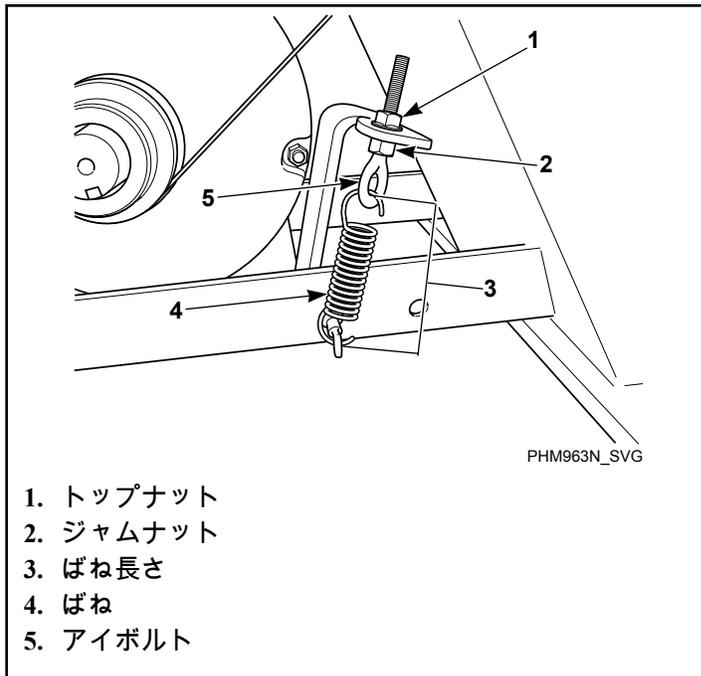

図 53
- **周波数ゲージ。** 正しい周波数(表 6 を参照) が中央で得られるまで、アイボルトのトップナットを締めます。20.6±2 ft.-lbs. で、ジャムナットをばね受け金に回転させます。図 53 を参照してください。
- **張力ゲージ。** 適切なベルトゲージ(表 6 を参照) が中央で得られるまで、アイボルトのトップナットを締めます。20.6±2 ft.-lbs. で、ジャムナットをばね受け金に締め付けます。図 53 を参照。
- **ばね長さ。** ばねがフック間の正しい距離を測定するまで、アイボルトのトップナットを締めます。表 41 を参照してください。20.6±2 ft.-lbs. で、ジャムナットをばね受け金に締め付けます。図 53 を参照してください。
- **ベルト除去中の張力維持。** 適切な張力が得られたら、ジャムナットをテープで固定し、アイボルトのトップナットを緩めてベルトを解放します。ベルトを交換し、ジャムナットの位置にアイボルトのトップナットを締め直します。図 53 を参照してください。